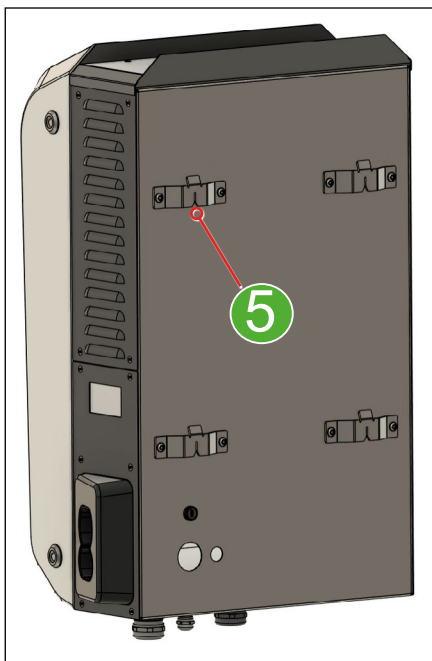

Abb. 22: Standfuß Montage Detail 3
- Sicherstellen, dass alle Einhängelaschen **5** und **6** ordnungsgemäß eingehängt sind (siehe Abb. 21 und Abb. 22).